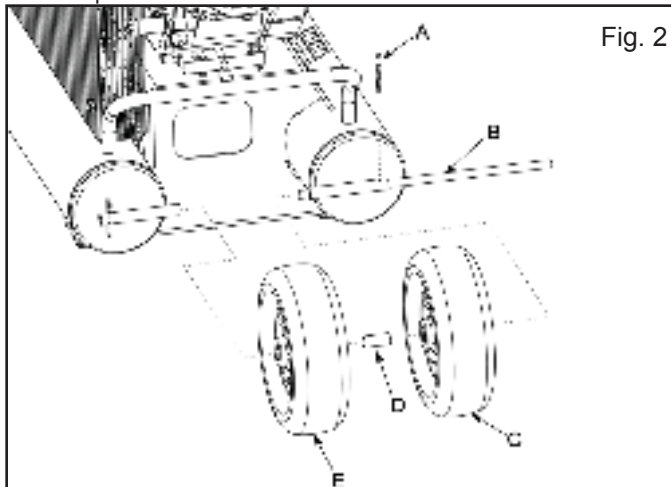

Fig. 2
- e. The wheels are disassembled. Remove the 2 wheels from the carton. Remove one of the hitch pins (A). Pull out the axle (B). Put the first wheel (C) onto the axle, push the axle through. Put the spacer (D) onto the axle, push the axle through and then put the second wheel (E) onto the axle. Push the axle in until it hits the other hitch pin. Replace the hitch pin (A) (see Fig. 2).
- e. Les roues sont démontées. Enlevez les 2 roues du carton. Enlevez une des goupilles d'accroc (A). Retirez l'axe (B). Mettez la première roue (C) sur l'axe, poussez l'axe à travers. Mettez l'entretoise (D) sur l'axe, poussez l'axe à travers et mettez alors la deuxième roue (E) sur l'axe. Poussez l'axe dedans jusqu'à ce qu'il frappe l'autre goupille d'accroc. Remplacez la goupille d'accroc (A) (voir l'Fig. 2).
- e. Las ruedas están desmontadas. Quite las 2 ruedas del cartón. Quite uno de los pernos del tirón (A). Saque el árbol (B). Ponga la primera rueda (C) sobre el árbol, empuje el árbol a través. Ponga el espaciador (D) sobre el árbol, empuje el árbol a través y después ponga la segunda rueda (E) sobre el árbol. Empuje el árbol hacia adentro hasta que golpee el otro perno del tirón. Substituya el perno del tirón (A) (véase Fig. 2).
1. Connect a 26" long 4 gauge red battery cable with 5/16" ring lugs (A) to the positive (+) starter terminal (Fig. 2) (*battery cable not included*).
2. Connect a 32" long 4 gauge black negative (-) battery cable with 3/8" ring lugs (B) to the grounding bolt on the engine shown in the illustration (Fig. 2) (*battery cable not included*).